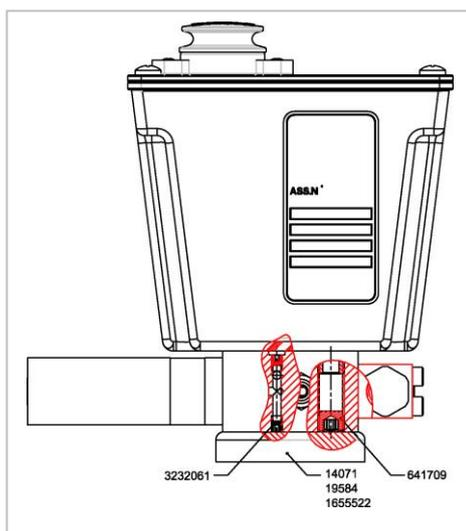

Рис. 1
2. Отключите подачу сжатого воздуха и отвинтите парубки в основании, коды патрубков: 3232061-14071-19584-1655522-641709 (рисунок 1).